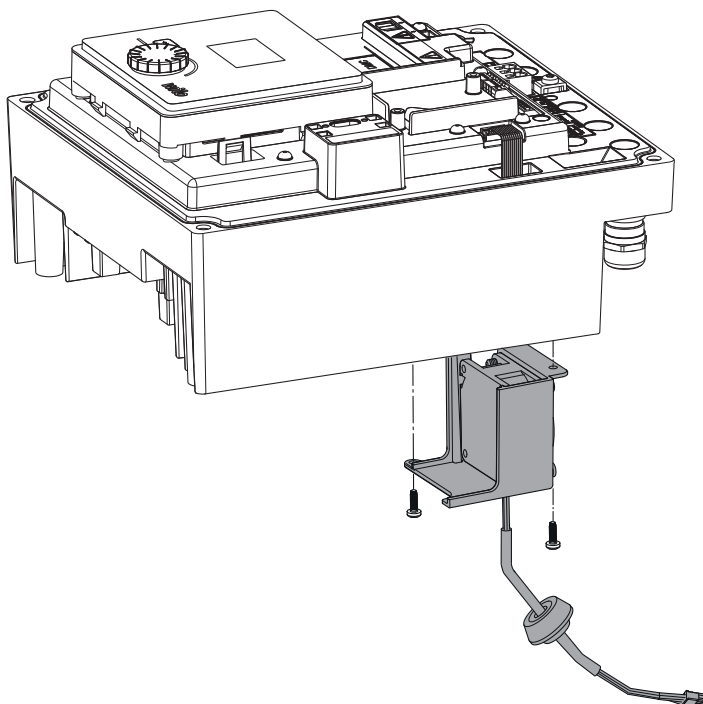

Fig. 48: Retirar o ventilador do módulo, incluindo o cabo e o vedante de borracha
- Retirar o ventilador do módulo e desapertar o cabo com vedante de borracha da parte inferior do módulo (Fig. 48).